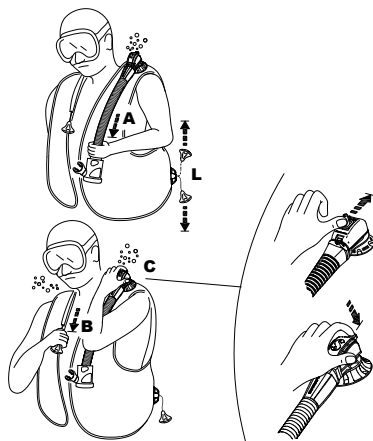

fig. 7
Fermarsi in posizione verticale. Tirare con cautela verso il basso il tubo corrugato (fig. 7 - A): è inutile tirare troppo, in quanto l'apertura della valvola è a corsa limitata. Per richiudere la valvola: smettere di tirare e rilasciare il corrugato.
- Il gruppo di scarico manuale (monocomando) presenta infatti un pulsante di scarico supplementare (brevettato) sul gomito corrugato che quando viene azionato (fig. 7-C) scarica il sacco, ad es. in caso di difetto dello stesso monocomando (cavetto interno, pernetti di fissaggio rotti, ecc.) o mentre si respira con l'AIR 2.
- a) tirando leggermente sull'assieme tubo corrugato (fig. 7 – A)
- b) spingendo di lato il pulsante che sporge fuori dalla cassa della valvola (fig. 7 – C)
La valvola sulla spalla destra, si aziona tirando leggermente il pomolo, collegato ad essa da un cordino (fig. 7 – B). To operate either style of dump valve, orient the valve to a position higher than the air bubble in the BC. Activate the dump valve until the desired amount of buoyancy is reached. Stop pulling/pushing to close the valve (fig. 7 - B).